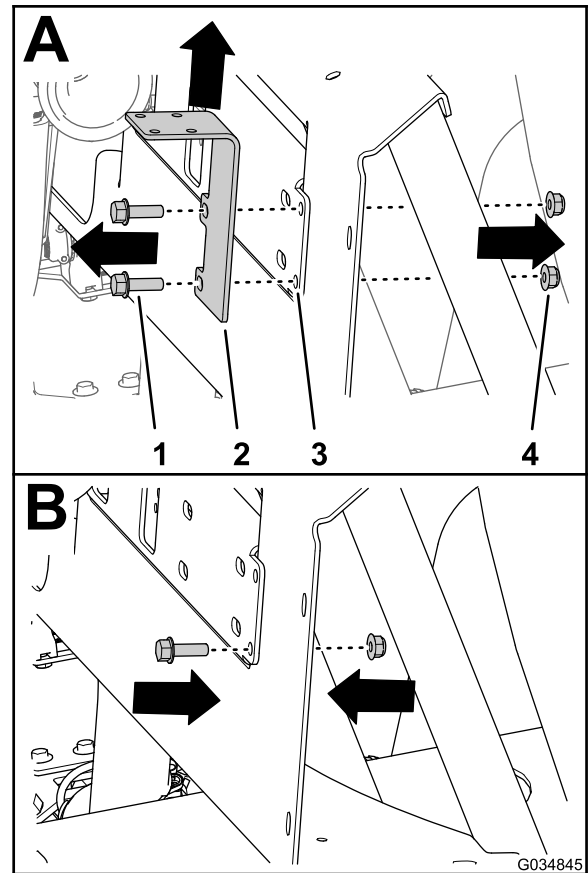

Figura 54
montagem do coletor (A de Figura 54) e remova o suporte da válvula de desligar.
- Monte o parafuso de cabeça flangeada (5/16 x 1 pol.) e a porca de bloqueio flangeada (5/16 pol.) para o coletor (B de Figura 54) na posição do orifício inferior do suporte da válvula de desligar que removeu no passo 5.